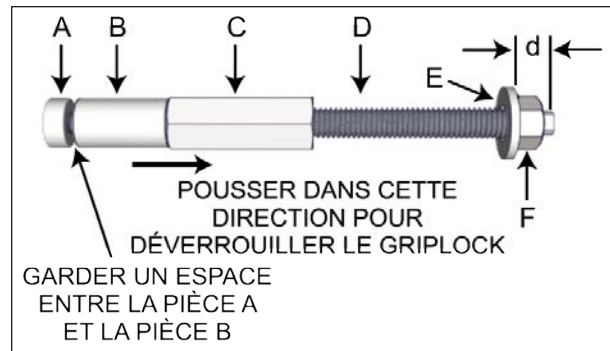

FIGURE 48: MÉCANISME GRIPLOCK
1. Insérer complètement le Griplock dans l'écrou d'accouplement hexagonal, voir Figure 48.
4. S'assurer que la rondelle plate et l'écrou papillon sont positionnés à la distance $d=1/2$ po comme montrés sur la Figure 48.
5. Garder un espace entre la pièce A et la pièce B tel que montré dans la Figure 48.
6. Pousser sur le Griplock selon la direction indiquée pour déverrouiller le mécanisme, voir Figure 48.
Si l'assemblage du Griplock ne s'insère pas facilement, c'est que l'écrou Griplock (« A » dans la Figure 48) n'est probablement pas assez dévissé.